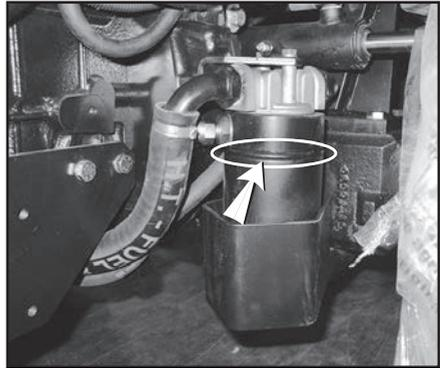

Abb. 6.5
- Die Filterelemente für das Hydrauliköl auswechseln. Wenn der Joystick montiert ist, ist auf den hydraulischen Filtern ein Distanzring (Abb. 6.5) für den Ölrücklauf von den vorderen Funktionskomponenten vorgesehen. Sollte es erforderlich sein, den Distanzring auszubauen, ist er beim Wiedereinbau mit einem Anzugsmoment von 22 Nm anzuziehen. Für den Austausch des Filtereinsatzes muss der Distanzring nicht ausgebaut werden.